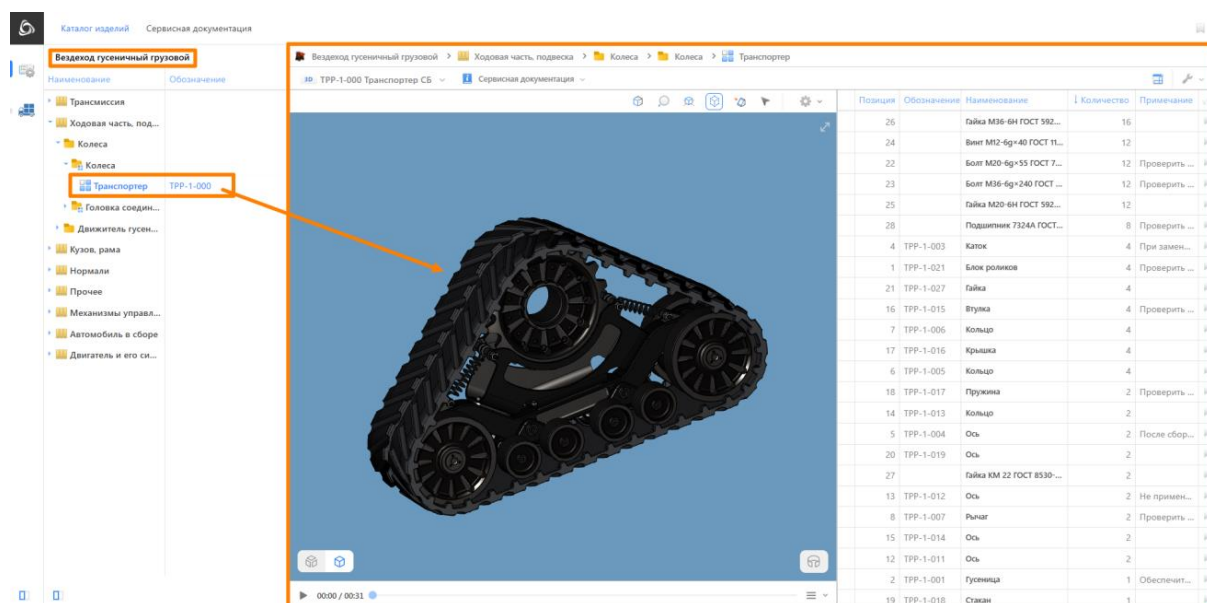

Рисунок 21 – Переход по дереву групп и подгрупп запасных частей
2. Переход по дереву групп и подгрупп запасных частей, которое отображается в левой части окна (Рисунок 21).